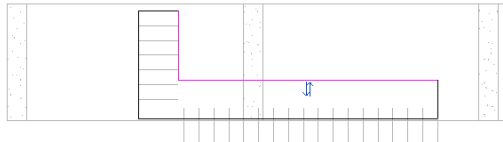

图 13-76 更改路径
(4) 调整路径的长度和移动路径位置，如图 13-76 所示。